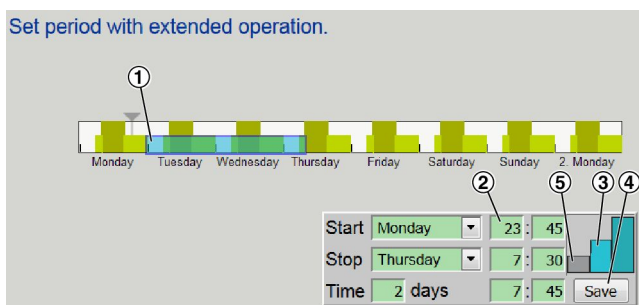

Рис. 48: Установка продолжительной работы
Экран «Расширенный рабочий режим» (Рис. 48) позволяет перезаписать скорость вентилятора, заданную в текущей недельной программе. Перезапись автоматически запускается и останавливается в указанное здесь время. Максимальный период замещения - 7 дней.
2. ▶ Нажмите на белую область в окне недели (Рис. 48/1).
3. ▶ Задайте время старта и окончания (Рис. 48/2) для расширенного режима работы.
4. ▶ Нажмите на голубой прямоугольник для низкой скорости вентилятора или на синий прямоугольник для высокой скорости вентилятора (Рис. 48/3).
5. ▶ Нажмите на «Сохранить» (Рис. 48/4)
Чтобы завершить расширенную операцию, нажмите на серый прямоугольник (Рис. 48/5).